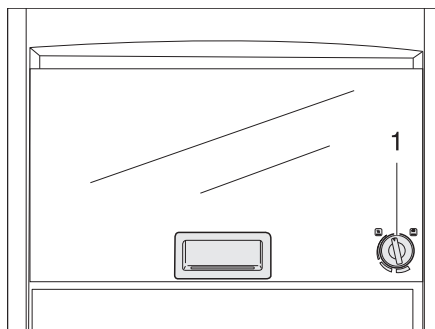

Fig. 236 Horno de gas (Dometic)
- Presionar el regulador giratorio (Fig. 236,1) ligeramente y girarlo hacia la izquierda a una posición cualquiera.
- Girar el regulador giratorio (Fig. 236,1) a "O". La llama se apaga.